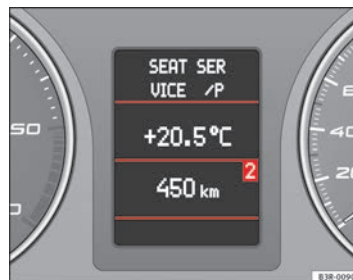

Abb. 65 Fahrerinformationssystem
- Mehrmaliges Drücken der **MODE**-Taste **B** wechselt zwischen den Betriebsarten und zeigt diese im Fahrerinformationssystem an  $\Rightarrow$  Abb. 65.